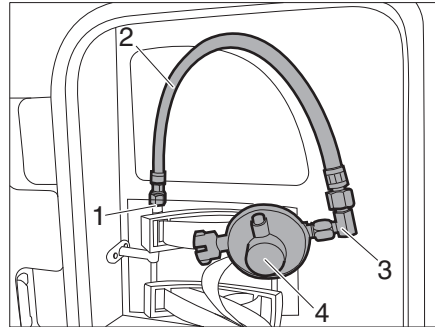

Fig. 65 Tubo flessibile del gas con regolatore della pressione del gas
- Avvitare il raccordo a gomito (Fig. 65,3) al tubo flessibile del gas (Fig. 65,2).
- Avvitare il regolatore della pressione del gas (Fig. 65,4) al raccordo a gomito.
- Avvitare il tubo flessibile del gas (Fig. 65,2) con regolatore della pressione del gas all'attacco (Fig. 65,1).